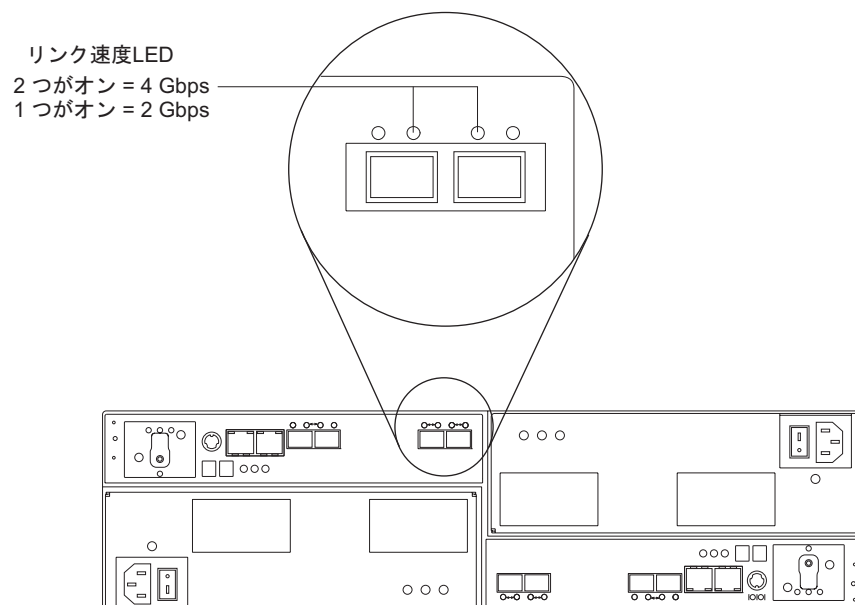

図 79. リンク速度 LED
2. リンク速度インディケーター LED を見つけます。図 79 に、ストレージ・サブシステムの背面にあるリンク速度表示ライトの位置を示しています。
4. リンク速度スイッチを見つけます。155 ページの図 79 に、コマンド・モジュールの前面にあるリンク速度表示ライトの位置を示しています。